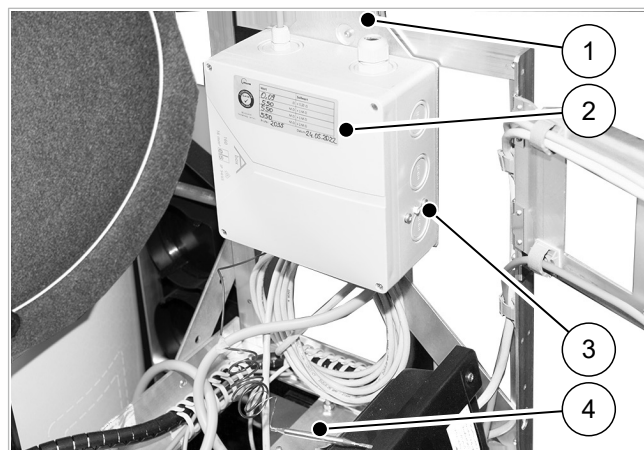

Fig. 30: Caja de conexiones para cartucho calefactor, montada
1. Inserte el limitador de temperatura de seguridad (4, ➔ fig. 30) en el manguito del cartucho calefactor y sujételo con el conector de muelle adjunto.